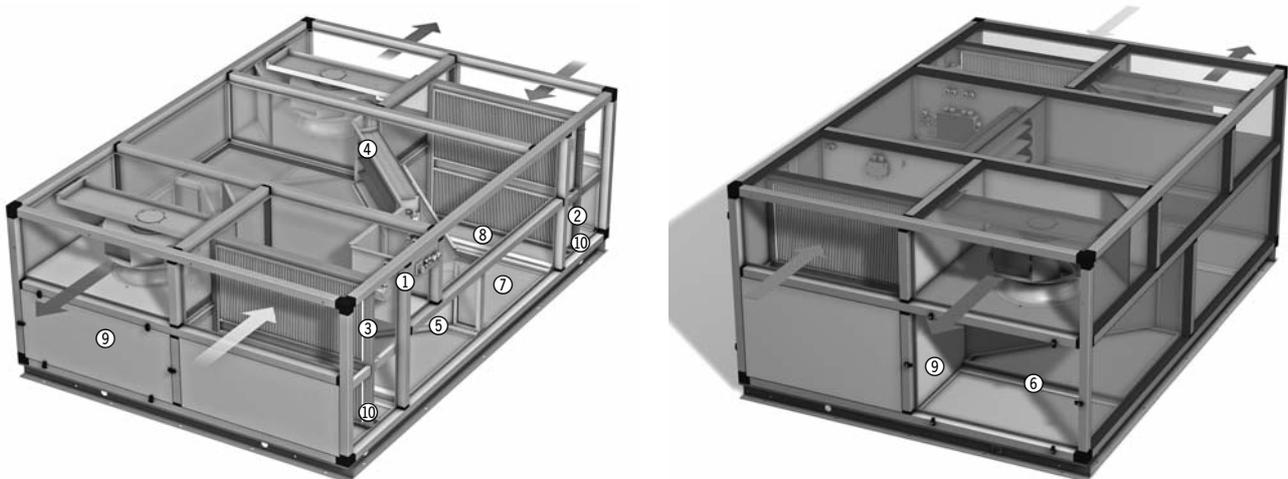

Abb. 9: Wartungs- und Kontrollpunkte (Abbildung zeigt Airblock C Abluft links)
- Prüfen Sie den Kreuzstromwärmetauscher ⑤ allseitig auf Verunreinigungen.
- Öffnen Sie die untere Wartungsöffnung Abb. 9 ⑦ und die beiden Wartungsöffnungen unterhalb der Ventilatoren Abb. 9 ⑨.
- Öffnen Sie die untere Wartungsöffnung Abb. 9 ⑦. Entfernen Sie, wie in Abb. 10 gezeigt, die Abdeckstreifen ① und danach den Mittelsteg ②. Der Wärmetauscher läßt sich nun herausziehen.